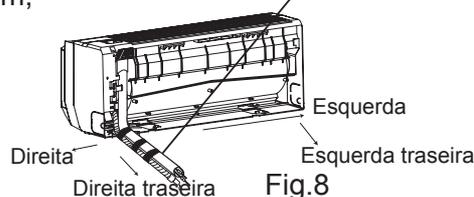

Fig.8
2. Retire a tubagem da carcaça, envolva a tubagem, cabos eléctricos e tubo de água com fita e puxe-os através do furo de tubagem (como na Fig.8)